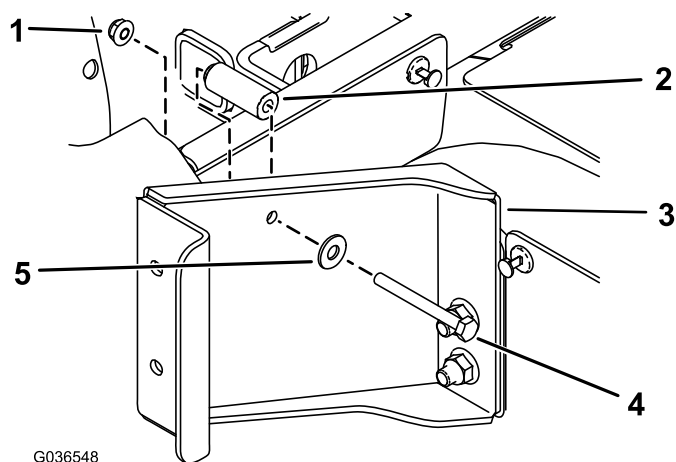

Figura 2
C. Prenda o suporte por trás da base do banco traseiro utilizando um parafuso de cabeça hexagonal ($\frac{1}{4}$ x $2\frac{1}{2}$ pol.), uma anilha plana ($\frac{5}{16}$ pol.), um espaçador ($\frac{9}{32}$ x $\frac{5}{8}$ pol.) e uma porca flangeada ($\frac{1}{4}$ pol.), como se mostra na Figura 2.